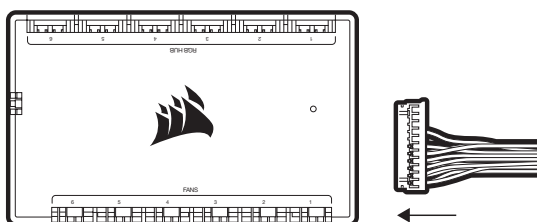

Abbildung 1
- > Verbinden Sie das 24-polige Pumpenkabel mit Ihrem Commander CORE (Abbildung. 1).